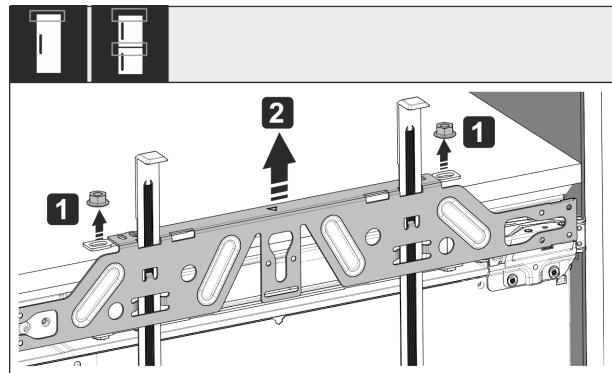

Fig. 50
- Løsne kontramuttere Fig. 50 (1).
- Ta av festetraversen Fig. 50 (2).